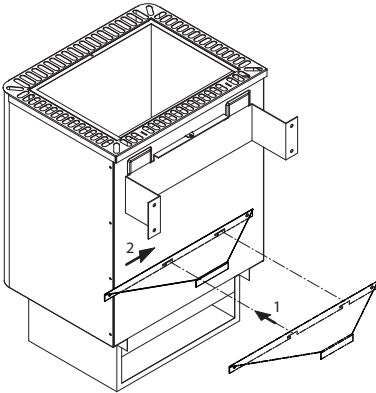

Abb. 4
2. Das Saunaheizgerät mit den Aufnahmeschlitzern der Rückwand in der Wandhalterung einhängen und an den Abstandhalter anlegen (Abb. 4).